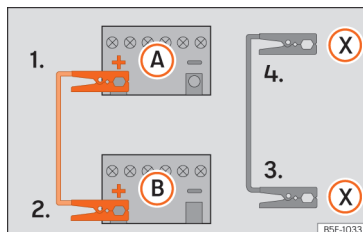

Fig. 211 Esquema de ligação para veículos com sistema Start/Stop.
Os cabos de arranque apenas se deverão ligar seguindo a ordem 1 > 2 > 3 > 4 »» Fig. 211.
Nos veículos com sistema Start-Stop: ligue uma extremidade do cabo preto de emergência (X) a um terminal de massa adequado, a uma peça de metal maciça que esteja aparafusada ao bloco do motor ou ao próprio bloco do motor »» Fig. 211.
5. Ligue a outra extremidade do cabo preto de emergência (X), no veículo com a bateria descarregada, a uma peça de metal maciça que esteja aparafusada ao bloco do motor ou ao próprio bloco do motor, mas o mais afastado possível da bateria A.